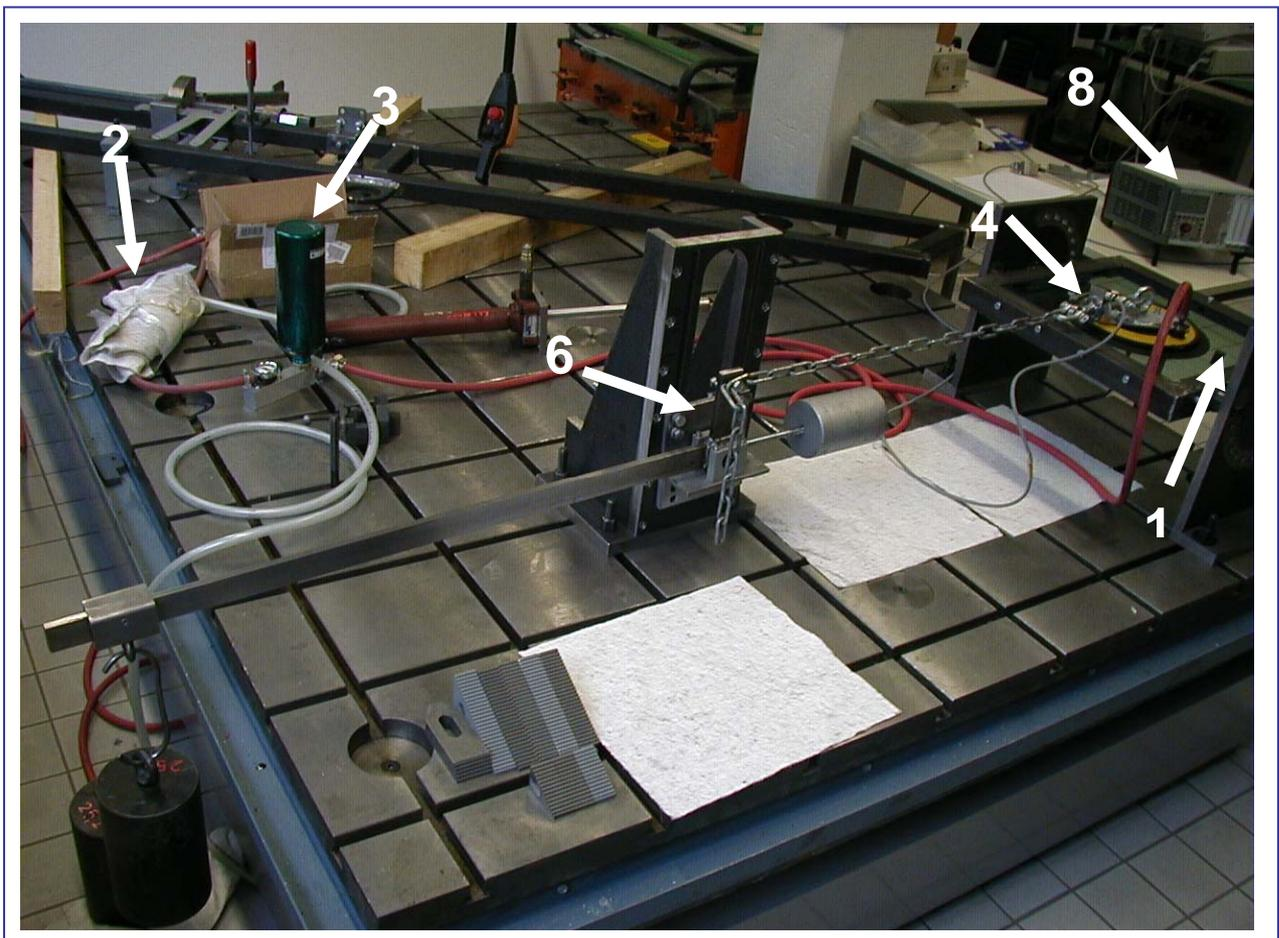

Bild 1: Versuchsaufbau zum Test von Vakuum-Saugern bei quasistatischer Belastung.
Die Sauger werden gemäß Bild 1 auf eine gereinigte Glasplatte(1) gelegt und an 0,6 bar Unterdruck angeschlossen, als Unterdruckversorgung dienen eine Venturidüse mit Geräuschkärmungsmantel (2) sowie Vakuumspeicher (3).